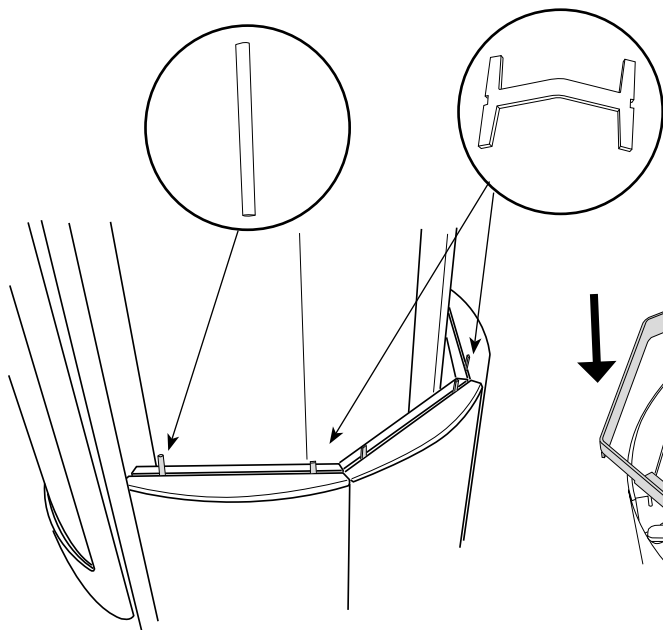

Bild 12: Täljsten varv 2
9. Fortsätt nu att placera dit täljstenen i varv 2 (se bild 12). Fäst ihop dem med bygel 1 och 3 enligt bild. Kanten på de stenar som skall placeras intill ramen kan behöva justeras något, använd t ex en rasp.